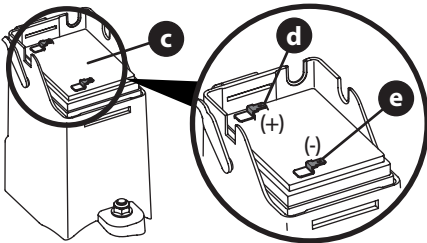

Figure 43
2. Pour installer la batterie (Figure 43) :